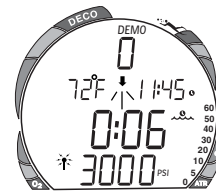

Fig. 100 - Tauch Modus
- Drücken Sie die rechte Taste ("Wahl") 2 Sekunden lang um den **Demo- Tauchgangsmodus** anzuwählen. Der **nach unten gerichtete Pfeil** blinkt (Abb. 100).